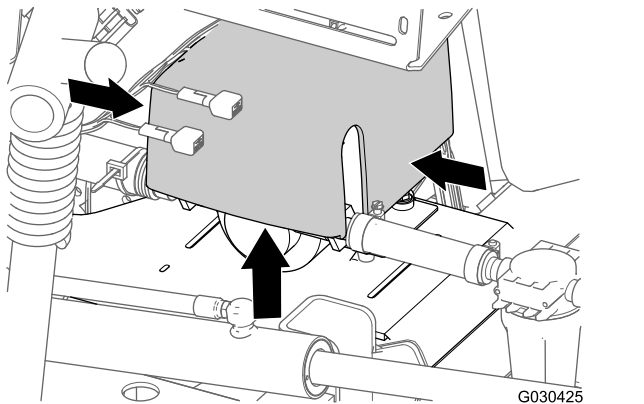

图 13
1. 在机器的后部同时按下冲洗泵盖的两边向上提起泵盖直至泵盖的凸耳完全脱离鞍形板中的插槽然后将泵盖从机器中取出 图 13。